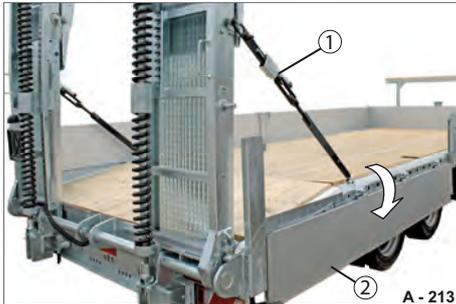

Abb. 48 Bordwand öffnen
- ▶ Bordwand (Abb. 48/2) entriegeln, wenn vorhanden, vorsichtig herunterklappen - siehe Seite 175.